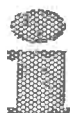

Rys. 2
- Nie może mieć miejsca obciążenie rozciągające i skręcanie węży (patrz rys. 2 pozycja 1).
- Nie wolno załamywać węża hydraulicznego (patrz rys. 2, pozycja 2)
- Nie należy ciągnąć lub kłaść węży na ostrych krawędziach (patrz rys. 2, pozycja 3)
- Nie wolno podłączać węży w pozycji skróconej (patrz rys. 2, pozycja 4)
- W żadnym wypadku nie należy przejeżdżać pojazdem po węzłach. Wężę hydrauliczne rozłożone luźno na drogach jezdnych, należy chronić przed uszkodzeniem, np. poprzez zastosowanie mostków przejazdowych (patrz rys. 2, pozycja 5)